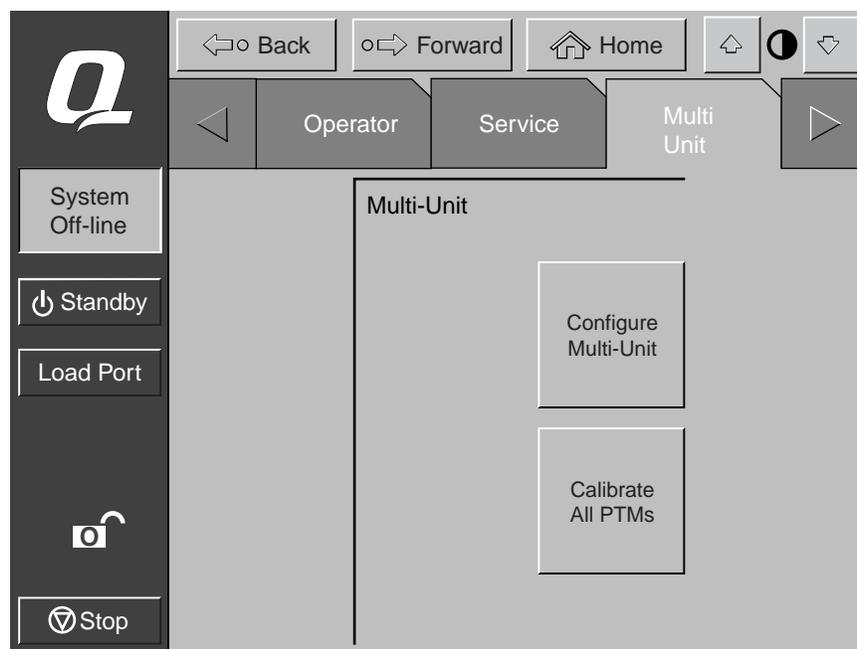

Abbildung 3-3. Bildschirm *Multi-Unit*
2. Wählen Sie die Registerkarte *Multi-Unit (MUSL)* (siehe Abbildung 3-3).